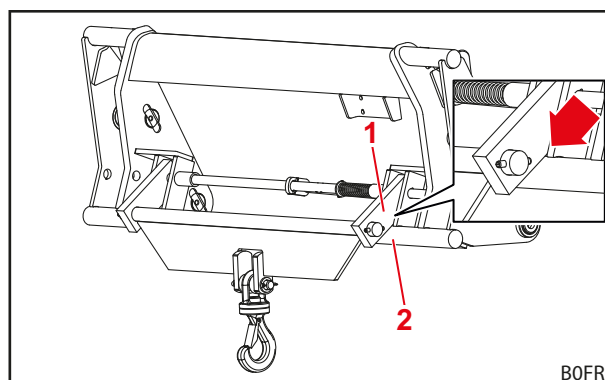

Fig. 91 Poziția uneltei pentru transportul sarcinii
- (1) Dacă nu există nicio siguranță la coborâre: coborâți încărcătorul frontal până pe sol.
- (2) Suspendați sarcina în cârlig.
- (3) Ridicați încărcătorul frontal până când sarcina este suspendată liber.
- (4) Poziționați astfel unealta încât eclisele să stea pe contrafișele transversale inferioare ale cadrului interschimbabil (vezi Fig. 91).
- (5) Deplasați-vă cu o deosebită precauție spre locul de descărcare.